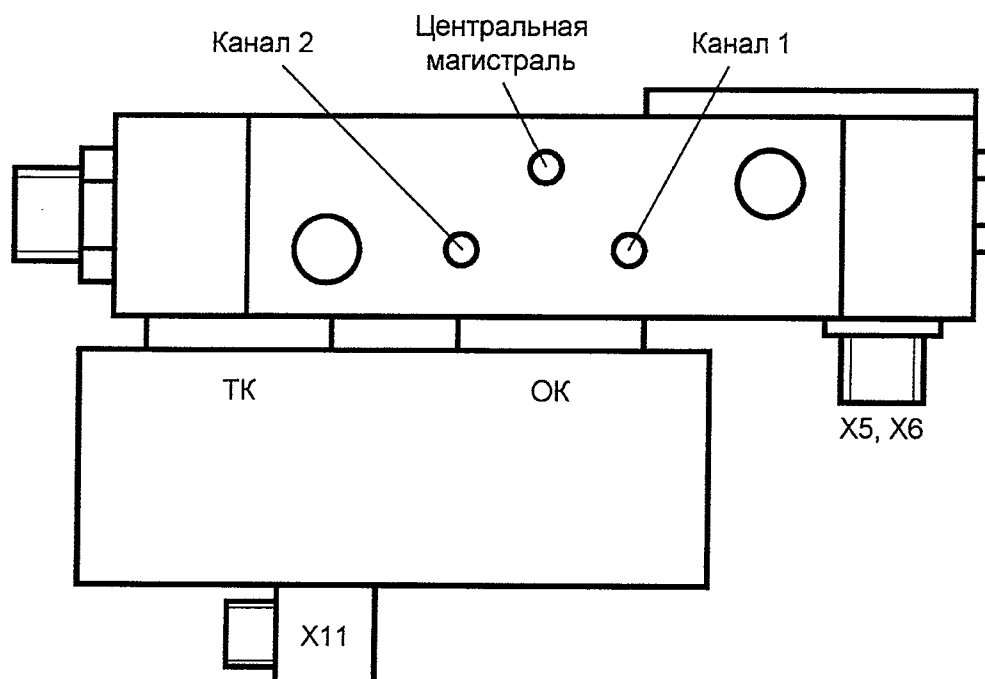
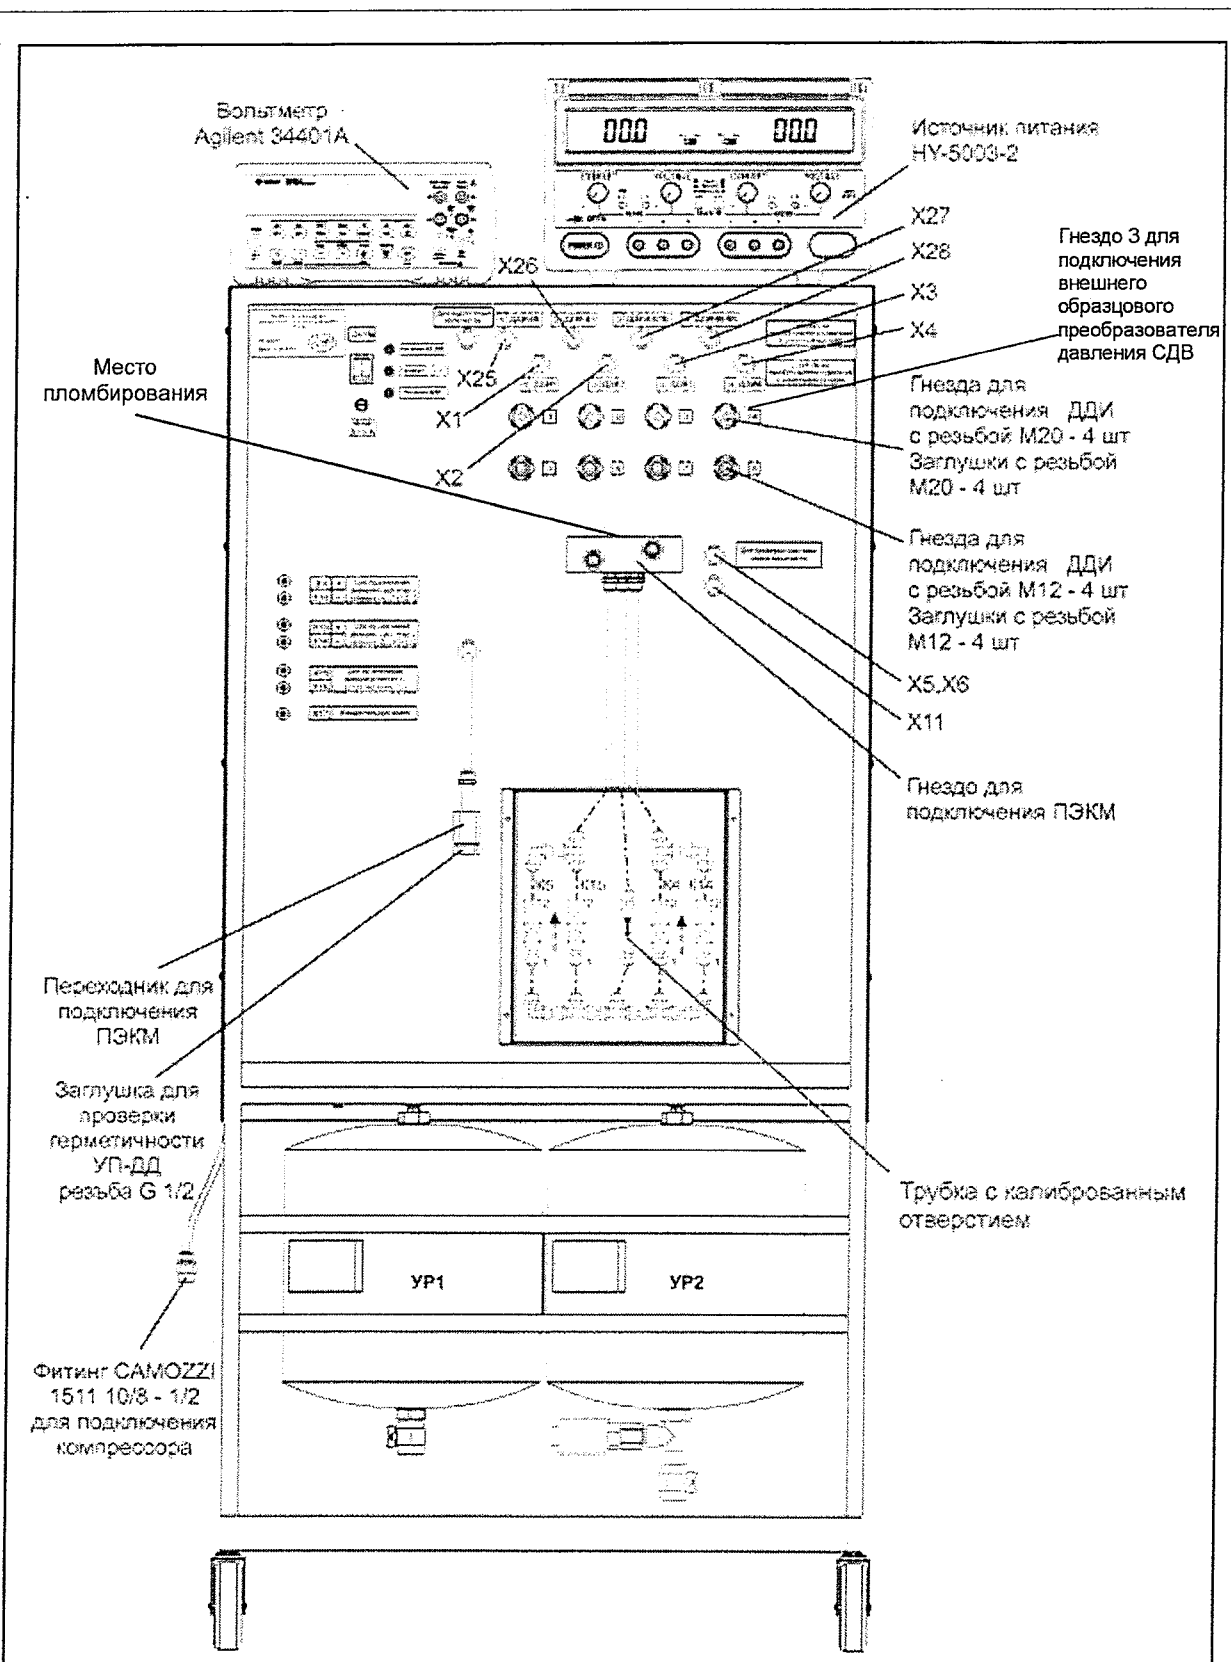

Рисунок 3 - Условные обозначения пневматических линий приставки
Рисунок 12 - Внешний вид УП-ДД и размещение приборов вид спереди
- поле «ПРОВЕРКА ГЕРМЕТИЧНОСТИ КАНАЛОВ ДД-И» позволяет проверить герметичность части пневмосистемы УП-ДД, относящейся к поверке ДД-И. При выборе «КАНАЛ ПОВЕРКИ ДД-И» проверка производится в части пневмосистемы, подключенной к гнездам 1...8 (см. рисунок 12). При выборе «КАНАЛ ДД-И В СОСТАВЕ ПЭКМ» проверка производится в части пневмосистемы, подключенной к каналу1 ПЭКМ (см. рисунок 3). «ВРЕМЯ НА УСТАНОВКУ ДАВЛЕНИЯ» предназначено для приведения пневмосистемы в состояние равновесия после установки давления. «ДЛИТЕЛЬНОСТЬ ПОВЕРКИ ГЕРМЕТИЧНОСТИ» - интервал времени в течении которого проверяется герметичность УП-ДД. Результат проверки отображается в поле «ИЗМЕНЕНИЕ ДАВЛЕНИЯ» и в закладке «ТЕКСТОВАЯ ИНФОРМАЦИЯ»;
- поле «КАНАЛ ИЗМЕРЕНИЯ» позволяет подключить схему измерения к выбранному каналу измерения. В соответствующем поле отображается значение выходного сигнала ДД-И. «КАНАЛ 1» соответствует ДД-И, подключенному к разъему X1 или X25, «КАНАЛ 2» – X2 или X26, «КАНАЛ 3» – X3 или X27, «КАНАЛ 4» – X4 или X28 (см. рисунок 12);
- поле «КАНАЛ ИЗМЕРЕНИЯ» позволяет подключить схему измерения к выбранному каналу измерения. В соответствующем поле отображается значение выходного сигнала ДД-И. «КАНАЛ 5» соответствует ДД-И, подключенному к разъему X5, «КАНАЛ 6» – X6 (см. рисунок 12);
2.2.1.5 Подключить напорную магистраль компрессора к УП-ДД через фитинг CAMOZZI 1511 10/8 - 1/2 (см. рисунок 12.).
2.2.1.6 Разместить внешние приборы на УП-ДД (см. рисунок 12, 13).
2.2.5.1 Установить 9 заглушек из комплекта поставки УП-ДД в соответствующие гнезда (см. рисунок 12).
2.2.5.2 Соединить гнездо для подключения ПЭКМ (см. рисунок 12.) как показано на рисунке 19 и плотно закрутить гайки (рисунок 19, поз. 4).
2.2.6.1 Установить 9 заглушек из комплекта поставки УП-ДД в соответствующие гнезда (см. рисунок 12).
2.2.6.2 Соединить гнездо для подключения ПЭКМ (см. рисунок 12.) как показано на рисунке 19 и плотно закрутить гайки (рисунок 19, поз. 4).